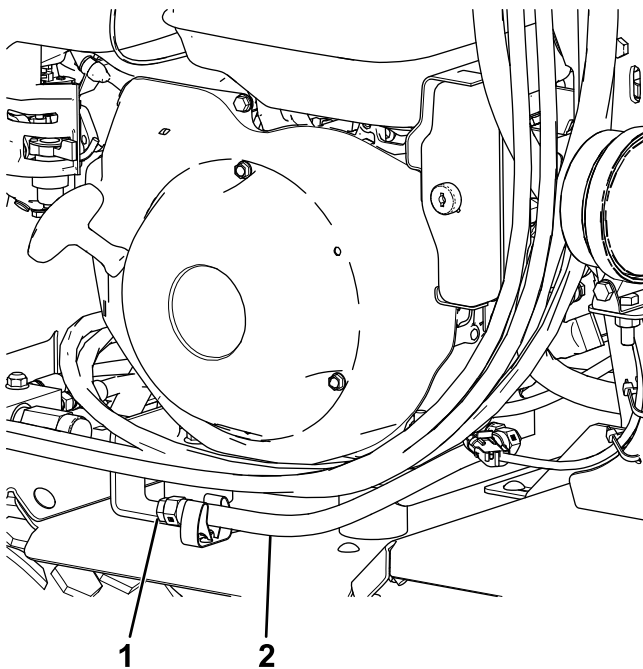

Figure 35
3. Faites passer le flexible de vidange par dessus le coté de la machine et placez un bac de vidange sous son extrémité (Figure 35).
4. Retirez le bouchon de vidange à l'extrémité du flexible (Figure 35).
5. Remettez le bouchon en place une fois la vidange d'huile terminée (Figure 35).